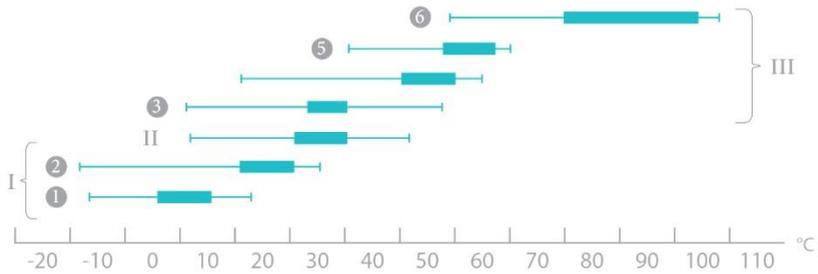

Figure 4. Limites de temperatura e zonas ótimas de crescimento de procariontes e sua classificação.
8.1. Especificidades da distribuição de temperatura (psicrófilos, mesófilos, termófilos). As temperaturas ótimas de crescimento dos microrganismos são divididas em três grupos principais (ver fig. 4):
- Psicrófilos (I) – obrigatórios (1) e facultativos (2);
- Mesófilos (II);